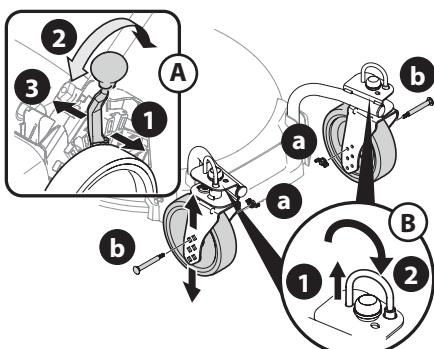

Figure 24
NOTE : Le levier de réglage des roues arrière est situé sur la roue arrière gauche. Voir Figure 24.
- NOTE :** La hauteur des roues avant est déterminée par la position du boulon sur chaque fourche (Figure 24).
6. Les roues pivotantes peuvent se déplacer librement ou être verrouillées en position de marche en ligne droite. Voir Figure 24.